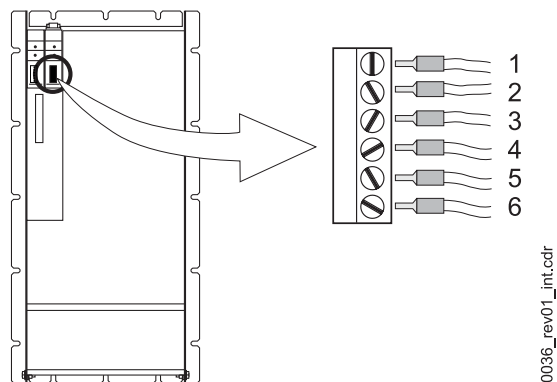

Abbildung 17: Steueranschluss X99AB
2) Position, siehe Abbildung 17 auf Seite 49.